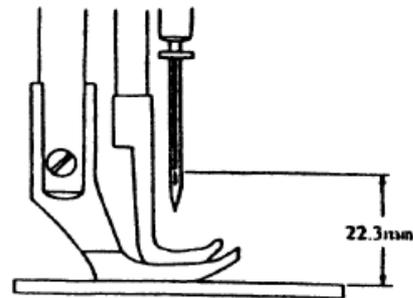

Fig.15
17. Réglage de la hauteur de la barre aiguille (Fig. 15) :